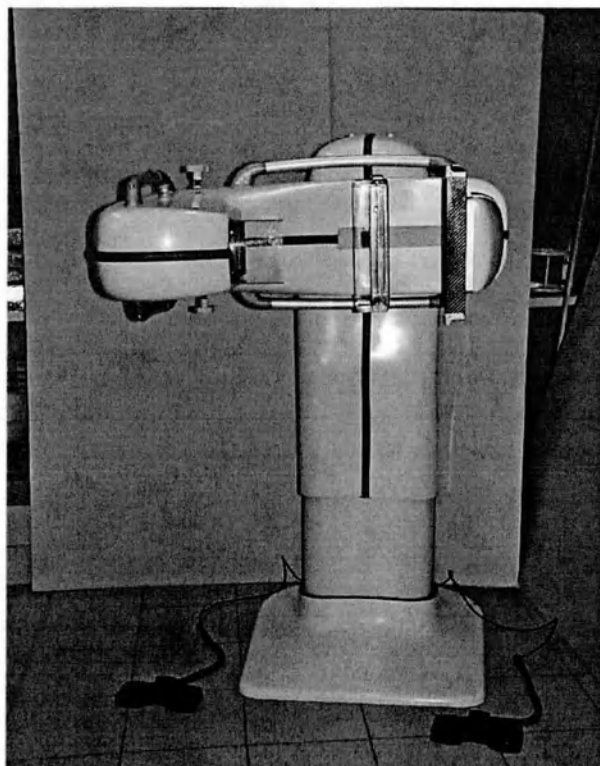

Рисунок 12 – Вид маммографа для съемки в медио-латеральной (medial-lateral) или латеро-медиальной (lateral-medial) проекциях
4.4. Конструкция маммографа позволяет проводить снимки МЖ в различных проекциях. На рис.12 и 13 показаны положения съемочного узла маммографа для съемки в медио-латеральной (medial-lateral - ml) или латеро-медиальной (lateral-medial) проекциях и для съемки в боковой косой (medial-lateral oblique - mlo) проекции.